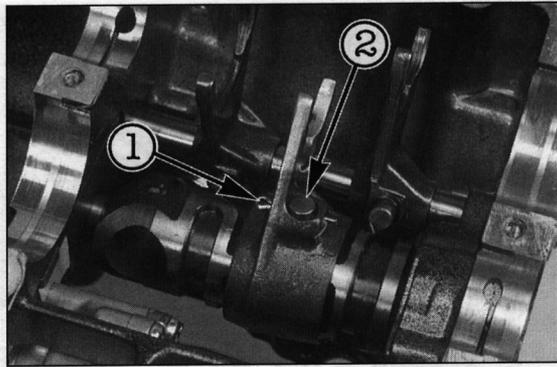

Bild 231
- Sicherungssplint entfernen und Führungsstift der Schaltgabel entnehmen (Bild 231).
- Führungsstift der auf Schaltwalze geführten Schaltgabel mit neuem Sicherungssplint sichern (siehe Bild 231).